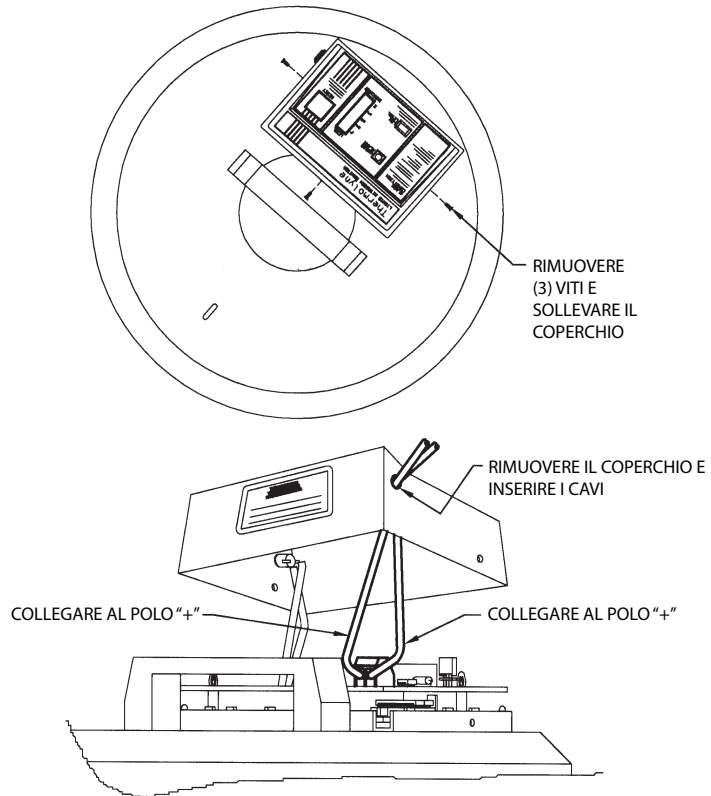

Figura 6-1. Collegamento all'allarme remoto
2. Rimuovere le tre viti che fissano il coperchio del sistema di monitoraggio del livello di azoto liquido. Sollevare e rimuovere il coperchio (vedere la Figura 6-1).